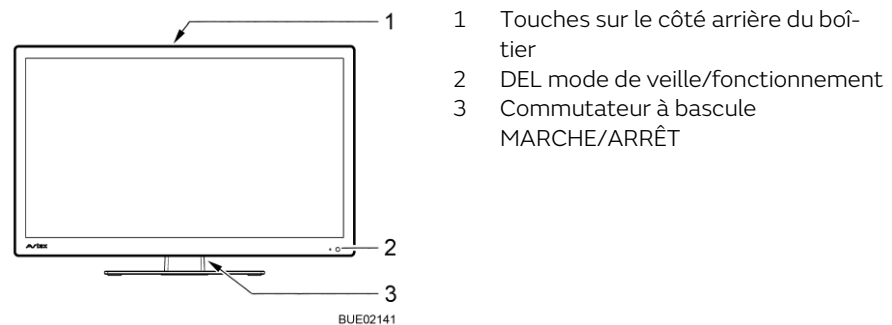
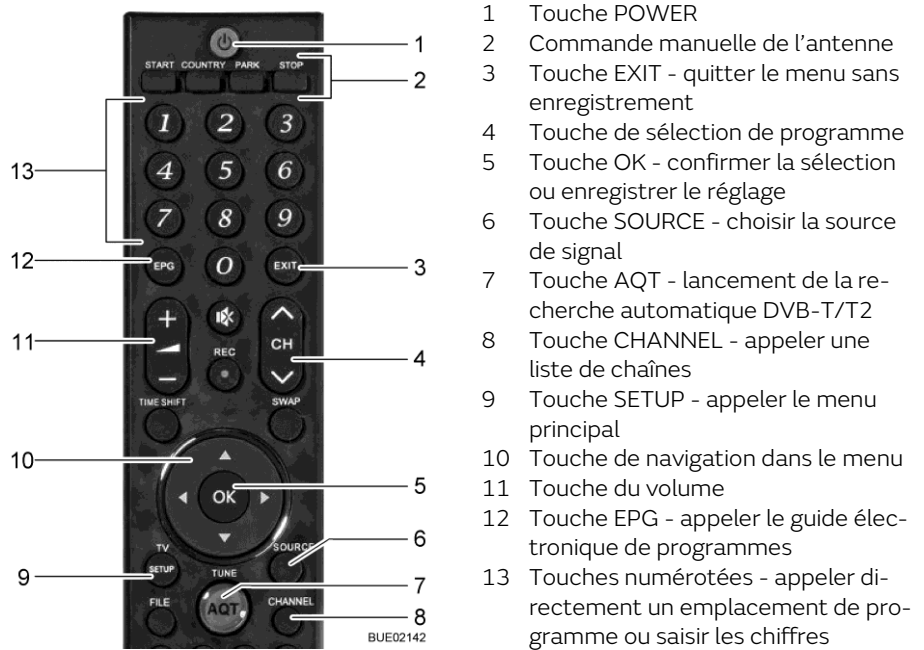

Fig. 45 Commande à l'écran plat
Fig. 46 Télécommande
- Positionner le commutateur à bascule (Fig. 45,3) en face arrière de l'écran plat sur MARCHE. Le système passe dans le mode de veille. La DEL (Fig. 45,2) s'allume en rouge.
- Appuyer sur la touche POWER (Fig. 46,1) de la télécommande. La DEL (Fig. 45,2) s'allume en bleu.
- Appuyer sur les touches de sélection de programme (Fig. 46,4 ou Fig. 46,13) jusqu'à ce que le programme de télévision désiré soit choisi.
- Appuyer sur la touche SOURCE (Fig. 46,6) jusqu'à ce que la source de signal désirée soit choisie.
- Appuyer sur la touche PARK (Fig. 46,2). L'antenne se met en position rangée.
- Appuyer sur la touche SOURCE (Fig. 46,6) jusqu'à ce que la source de signal désirée (telle que DVD) soit choisie.
- Appuyer sur la touche POWER (Fig. 46,1) de la télécommande. Le système passe dans le mode de veille. La DEL (Fig. 45,2) s'allume en rouge.
- Positionner le commutateur à bascule (Fig. 45,3) en face arrière de l'écran plat sur ARRÊT.